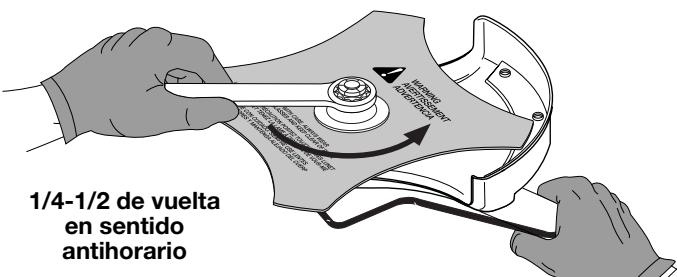

Fig. 13
• Si no tiene una llave de torsión, use una llave de boca cerrada de 13 mm o de casquillo, gire la tuerca hasta que el retén de la cuchilla esté ajustado contra el buje del eje. Verifique que la cuchilla esté bien instalada, luego gire la tuerca 1/4 a 1/2 vuelta más en sentido antihorario (Fig. 13).